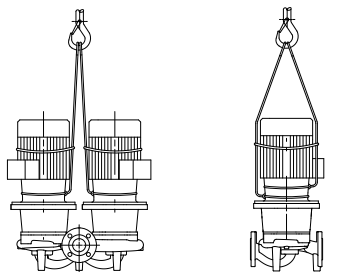

Fig. 7 : Elingage de la pompe
- Les œillets de transport servent ici de guidage lors de la suspension de la charge (fig. 7).